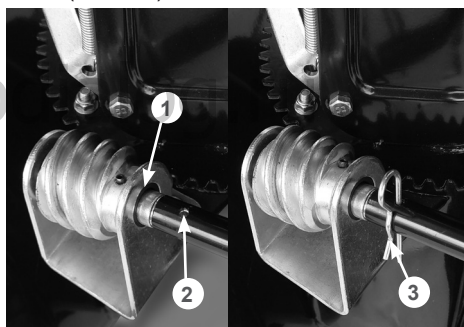

Рис. 27 Крепление рычага управления поворотом жёлоба
- установите рычаг на червячный вал механизма поворота жёлоба, совместите отверстия в вале и рычаге и зафиксируйте рычаг шплинтом (Рис. 27).